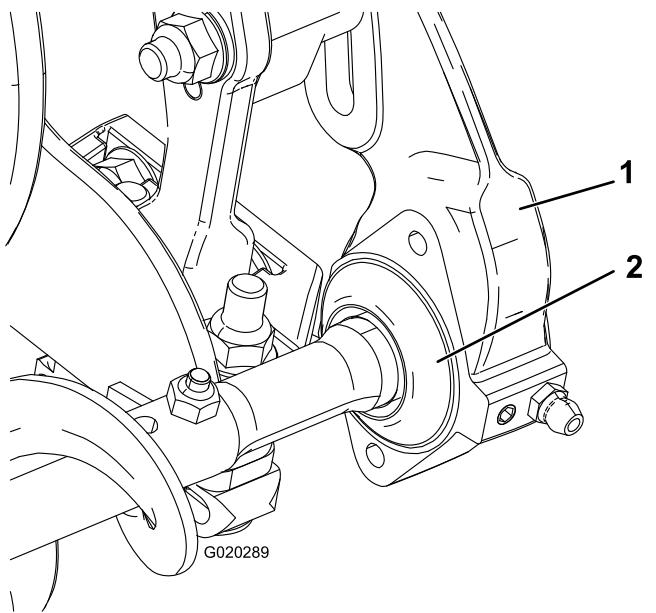

Figure 6
- Faites glisser chaque joint d'étanchéité vers l'extérieur jusqu'à ce qu'il soit légèrement en contact avec chaque logement de roulement (Figure 6).